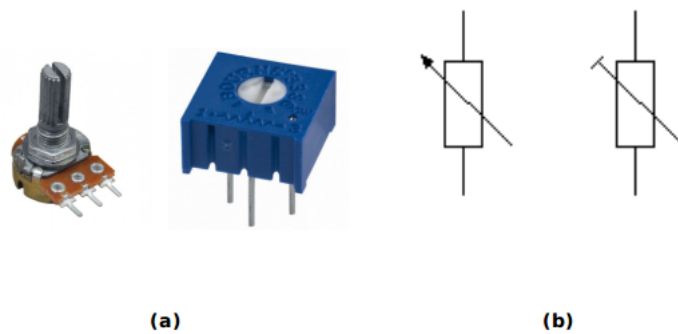

Figura 25: (a)Exemplo dos componentes físicos "Potenciômetro"e "Trimpot". (b) Exemplo da simbologia dos componentes "Potenciômetro"e "Trimpot".
- Potenciômetro e trimpot - Muito utilizado em circuitos eletrônicos para controle de intensidade luminosa e variação de velocidade de motores, o potenciômetro é um componente que possui a sua resistência ajustável, assim é possível variar manualmente a tensão, como mostra a Figura 25.